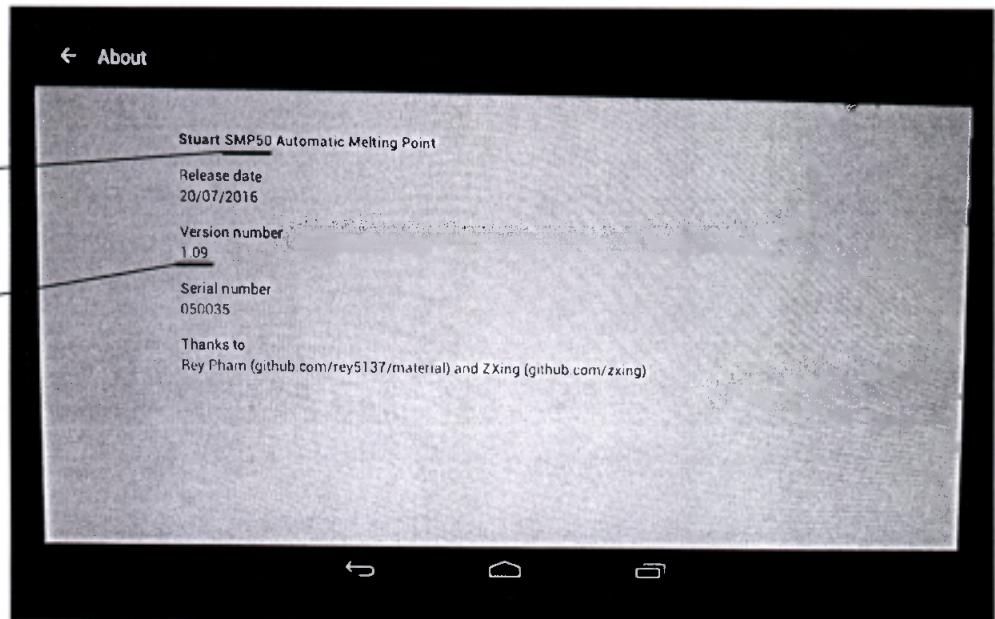

Рисунок 1. Данные о номере версии встроенного ПО приборов SMP50, SMP50/IQOQ (выделены подчеркиванием).
- 1) после загрузки рабочей программы прибора на главном экране коснитесь меню «Settings», затем – подраздела меню «About». На дисплее будет указана текущая версия ПО (рис.1).